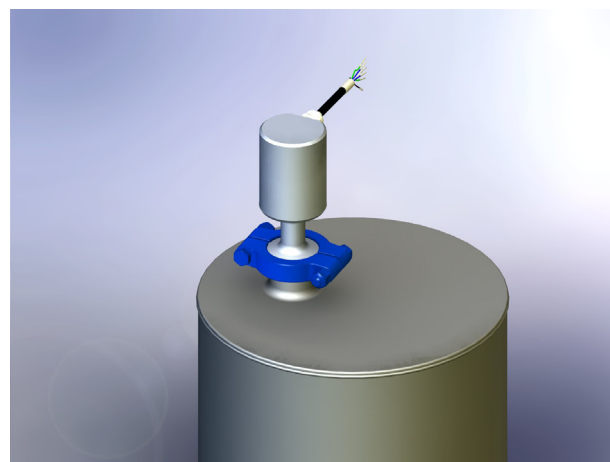

Fig. 4-6 : Fixation du BTL avec un Tri-Clamp 1 1/2"
3. Fixer le capteur de déplacement avec un serre-joint Tri-Clamp 1 1/2" (voir figure 4-6).